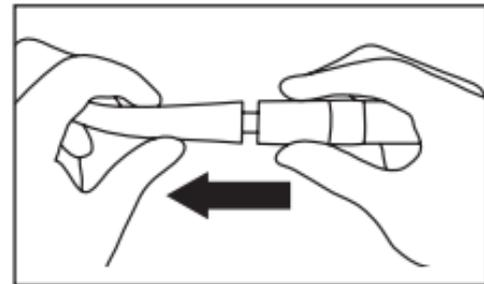

Fig. 13
- 7) Retirez la pièce à main du moteur (Fig. 13).